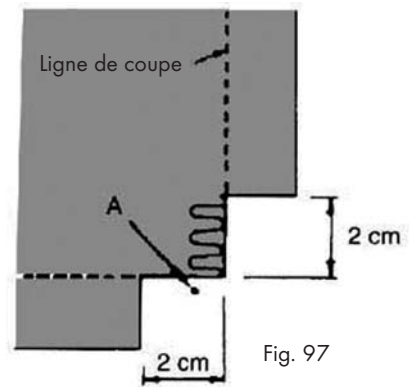
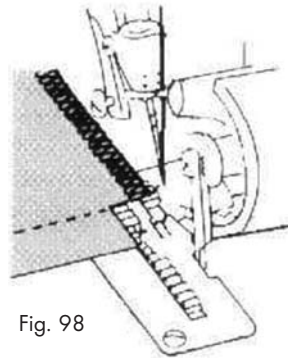

Fig. 97
Fig. 98
1. Coupez avant et après le coin sur env. 2 cm jusqu'à la ligne de couture (Fig. 97).
2. Cousez une piqûre au-delà de la marque "A" sur le dessin, puis arrêtez-vous (Fig. 97).
3. Levez l'aiguille et le pied-de-biche ❶.
4. Tirez le tissu à coudre vers l'arrière jusqu'à libérer le fil tenu par le doigt de la plaque d'appui ❸. (Pour une reconnaissance plus aisée, le pied-de-biche ❶ n'est pas représenté sur l'image ci-contre - Fig. 98).